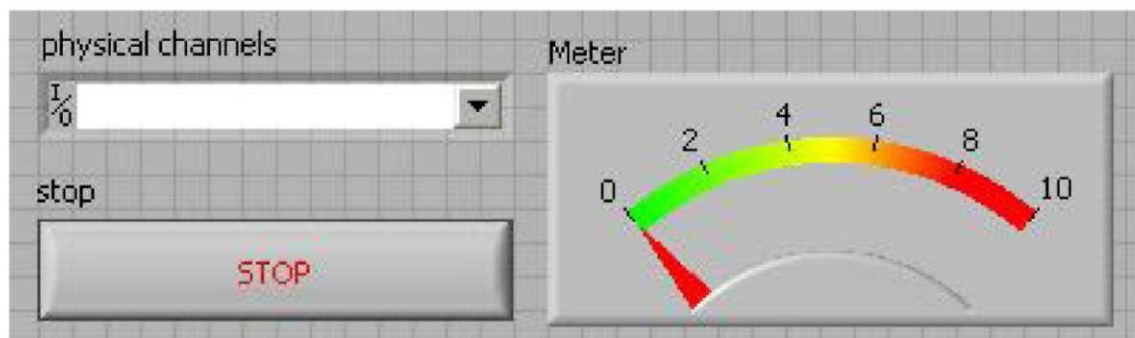

Рис. 12.1. Лицевая панель ВП
1. Откройте новый ВП и постройте в соответствии с рис. 12.1.